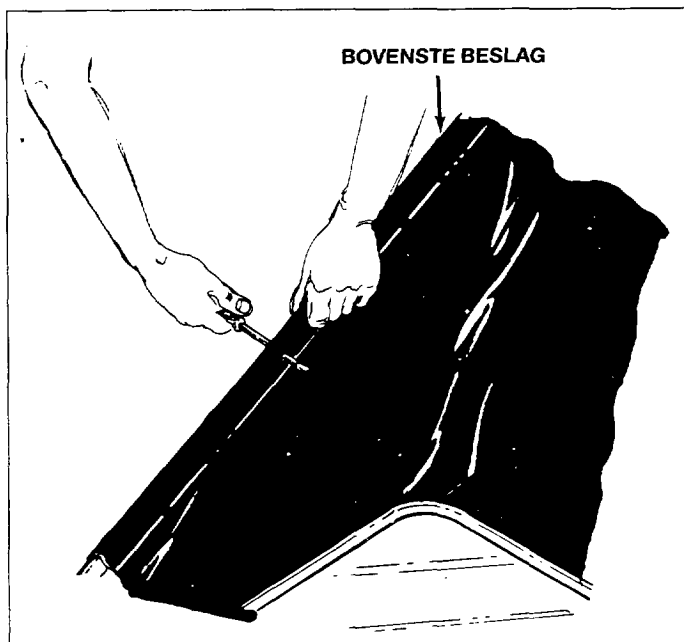

Fig. 22
12. Zoek de opening op aan de zijkant van het bovenste beslag en maak een gat door de containerzak op de hoogte van de openingen in het beslag. Zie fig. 22.